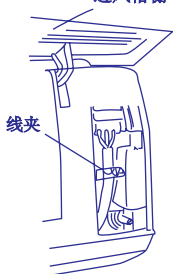

图11
△注意 ● 联机线要与端子板上的编号一一对应。(图11)。
- 将联机线各端子对应编号接入室外机端子板(图11、18)。